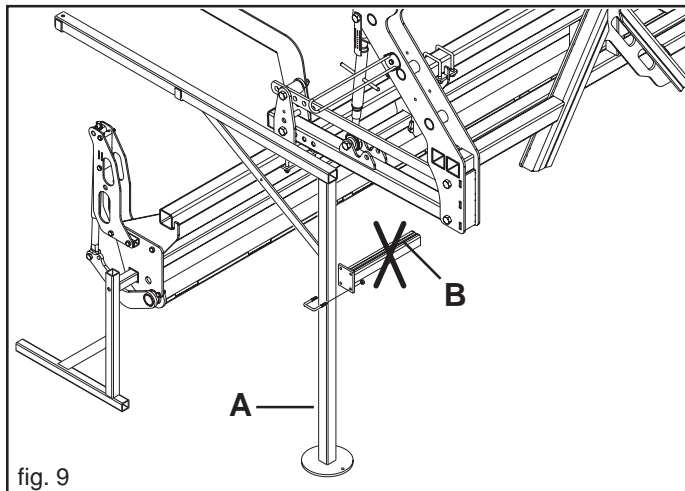

fig. 9
- Die vorderen Stützfüße (A Abb. 9) (rechts und links) entfernen;
- Die Muttern lockern und den Anschluss (B Abb. 9) entfernen;